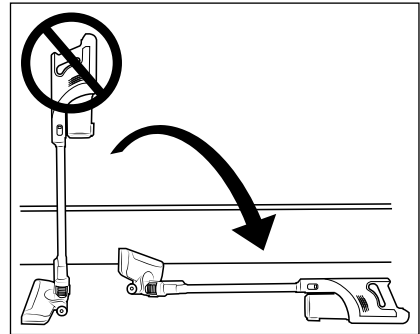

Abb. 9
- Versuchen Sie nicht den Staubsauger aufrecht hinzustellen, wenn Sie ihn zwischenzeitlich abstellen oder aus der Hand legen wollen. Setzen Sie den Staubsauger dafür in die Wandhalterung **13** oder legen Sie ihn auf den Boden (siehe Abb. 9 und 10). Der Staubsauger kann ansonsten aufgrund seines hohen Schwerpunkts umkippen und beschädigt werden und unter Umständen beim Umkippen weitere Gegenstände beschädigen.